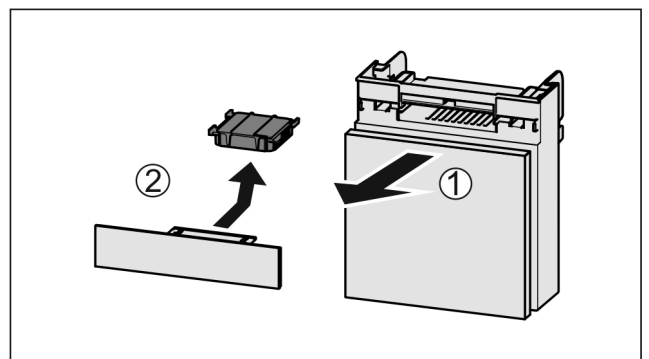

Fig. 175
- Retire el compartimento hacia delante Fig. 175 (1).
- Retire el filtro de carbón activo Fig. 175 (2).